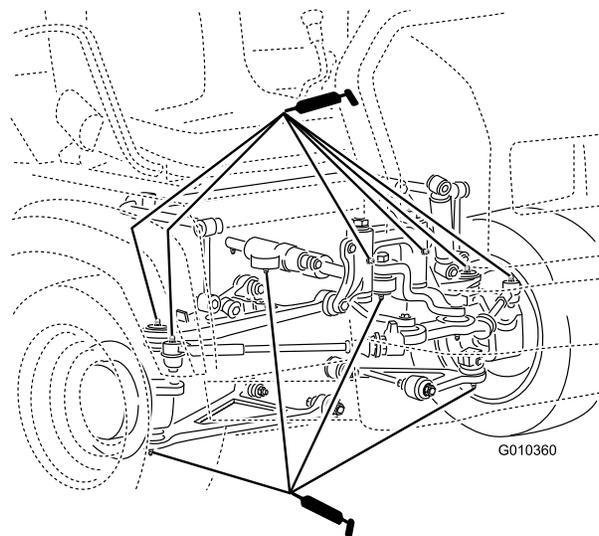

Figure 48
- **Rotules** (4) ; voir Figure 48
- **Supports de pivot** (2) ; voir Figure 48
- **Vérin de direction** (2) ; voir Figure 48
- **Biellettes de direction** (2) ; voir Figure 48